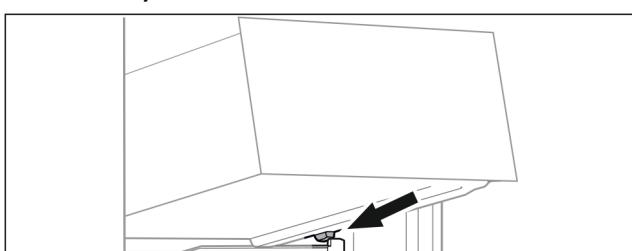

Fig. 85
- Nasadte zásuvku šikmo za zarážky na žebrování na nádoby. (viz Fig. 85)